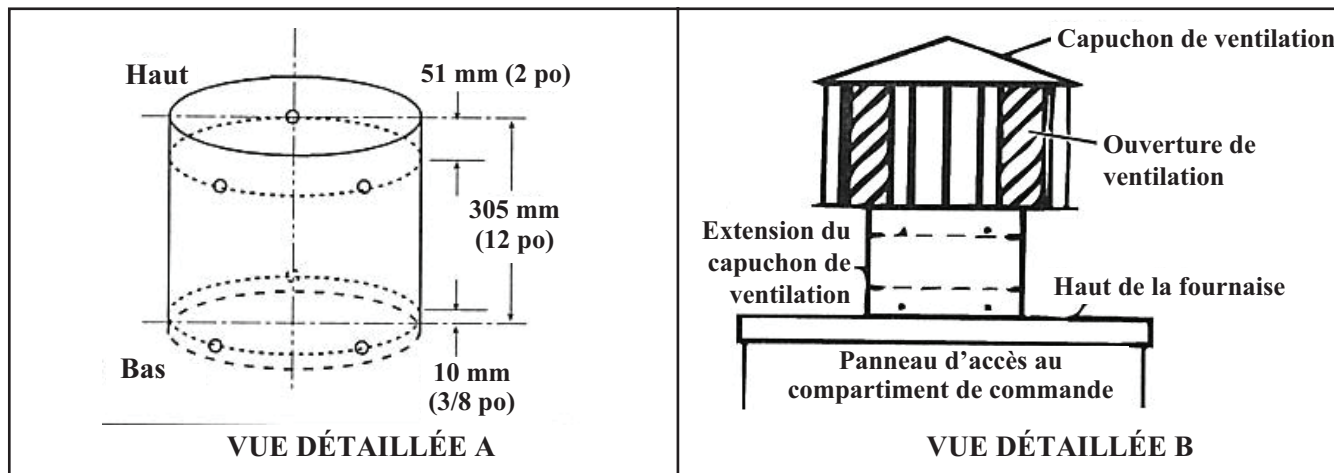

Figure 8. Rallonge du capuchon de ventilation et capuchon de ventilation
**REMARQUE : EXIGENCE IMPORTANTE :** Pour que le capuchon de ventilation par gravité fonctionne correctement, positionnez les trous pré-perçés (voir VUE DÉTAILLÉE B, Figure 8) de façon à ce que le panneau latéral plein du capuchon se retrouve du même côté que le panneau d'accès du compartiment de commande de la fournaise.
1. Retirez la rallonge (pièce n° 20524, voir VUE DÉTAILLÉE A, Figure 8) de l'intérieur du capuchon de ventilation (la rallonge est emballée à l'intérieur du capuchon).
3. Fixez le capuchon de ventilation (voir VUE DÉTAILLÉE B, Figure 8) à la rallonge comme suit :